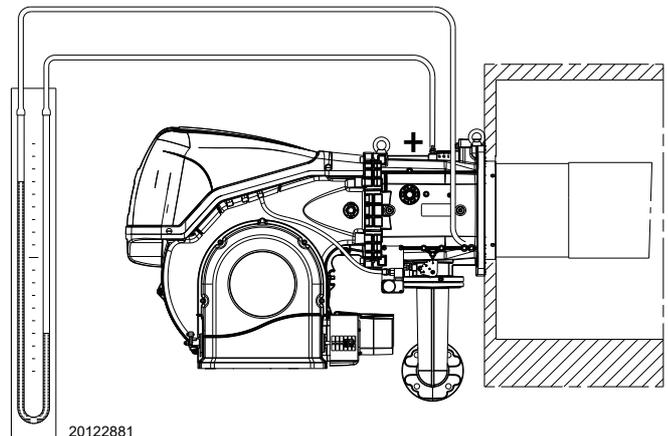

Abb. 31
- Ein U-Rohr-Manometer oder einen Differenzdruckmesser (Abb. 31) mit Anschluss (+) am Gasdruck der Muffe und (-) in der Brennkammer montieren.